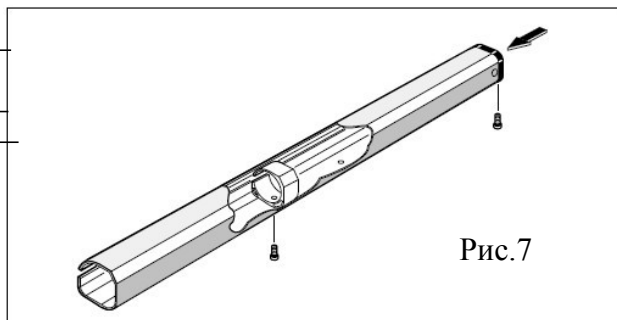
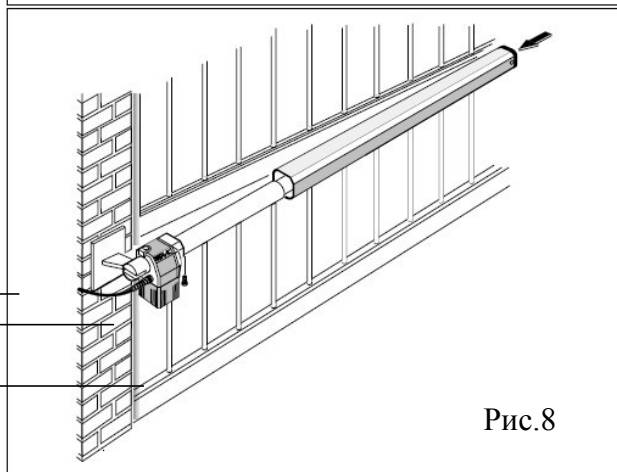

Рис.7
Рис.8
- 12) Установите защитный короб (рис.7) на привод (рис.8) и зафиксируйте его с помощью винтов.